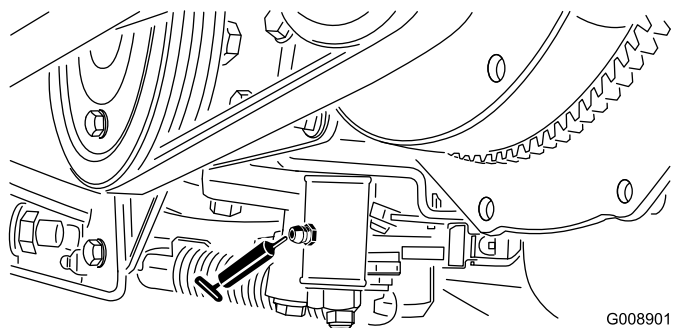

Figure 58
- Mécanisme de réglage du point mort (Figure 58)